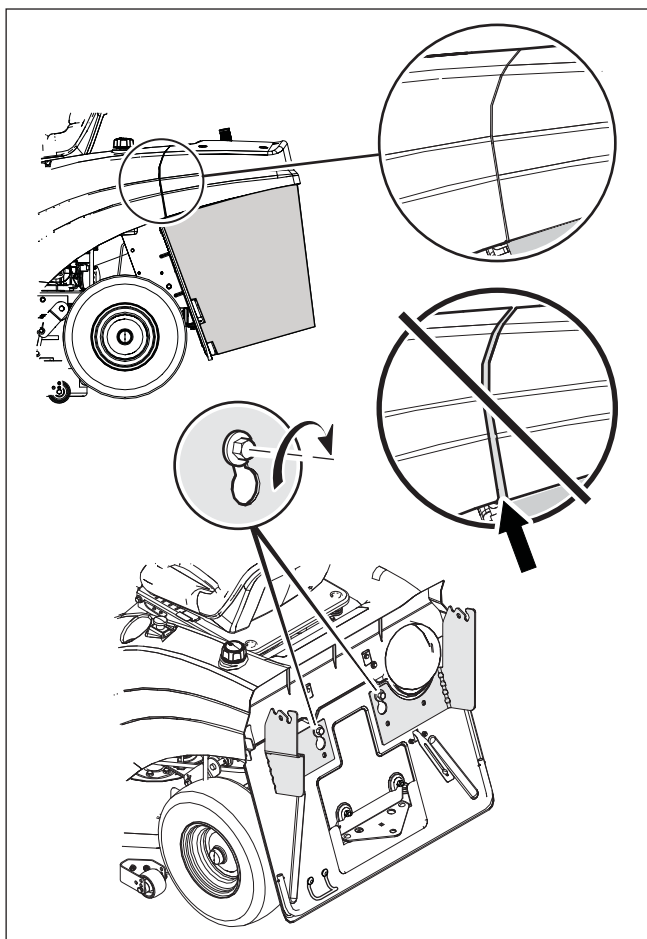

Figure 39
2. Ajustez si nécessaire le couvercle de l'ensacheuse en serrant ou en desserrant les boulons de la plaque arrière (Voir **Figure 39**). Serrer le boulon rapprochera le couvercle de l'ensacheuse de l'enjoliveur arrière et le desserrer augmentera l'écart entre les pièces.